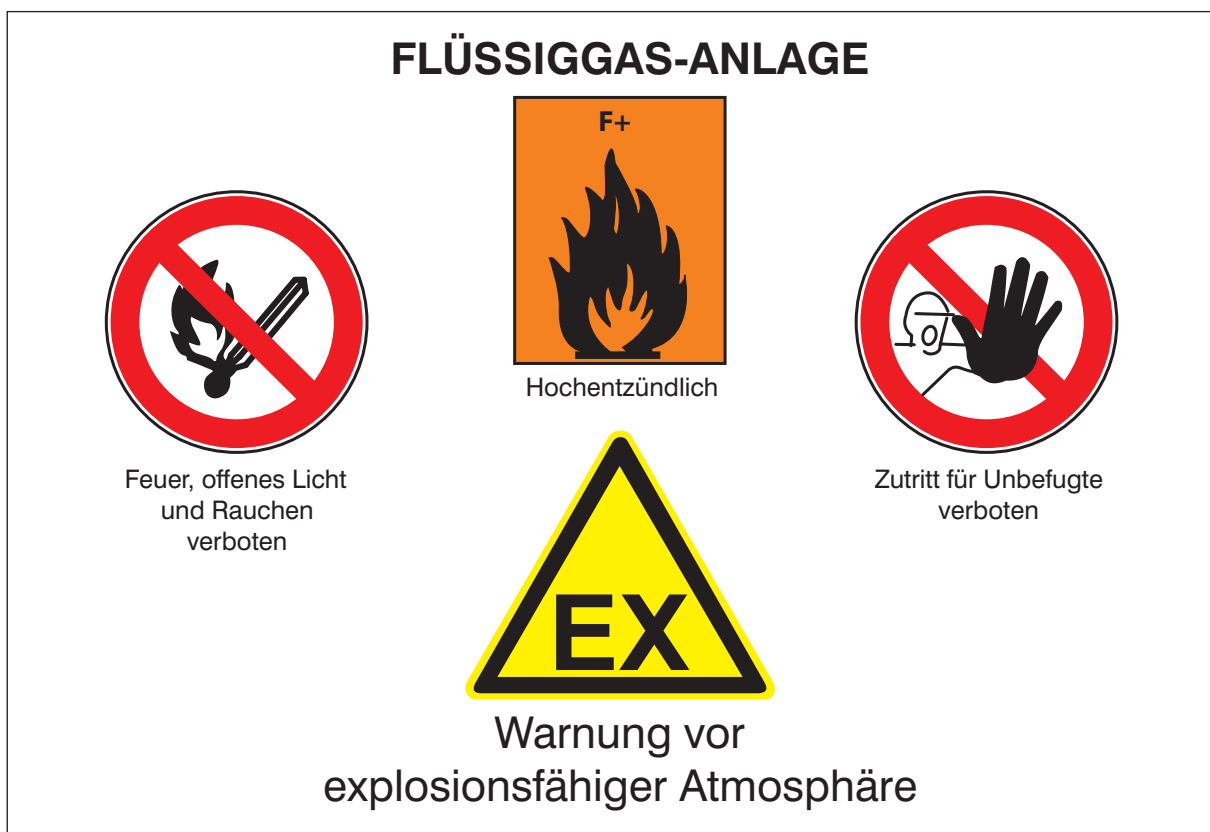

Bild 2: Kennzeichnung von Lagerräumen
- gemäß Bild 2 zu kennzeichnen.